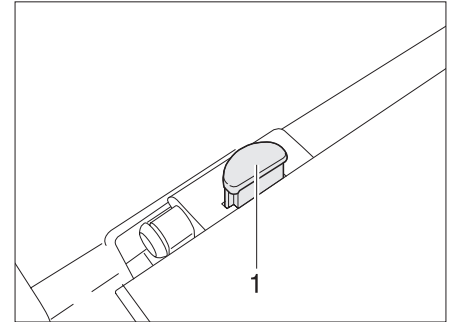

Bild 41 Verriegelung Tischplatte
- ▶ An der Verriegelung der Tischplatte den Entriegelungsknopf (Bild 41,1) drücken.